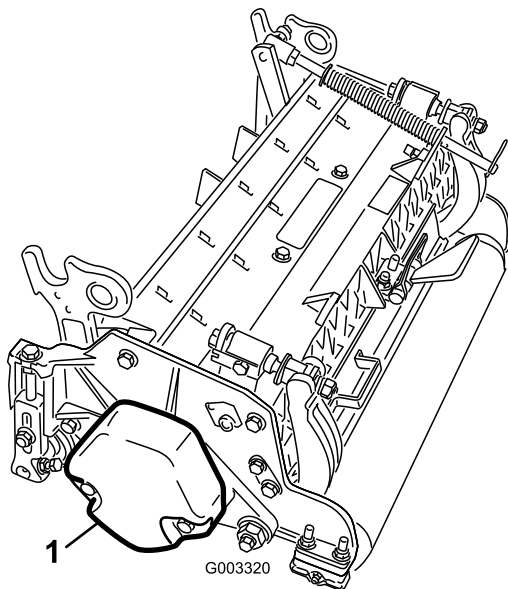

Figura 15
1. Sugli apparati di taglio n° 2, n° 4 e n° 6, togliete le due viti a testa cilindrica che fissano il contrappeso all'estremità sinistra dell'apparato di taglio. Togliete il contrappeso (Figura 15).